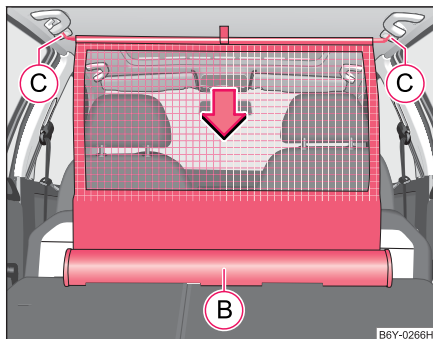

Fig. 60 Enrouler le filet de séparation
- Tirez la tige transversale un peu vers l'arrière d'abord sur un côté puis sur l'autre et enlever la tige transversale des supports (C) ⇒ fig. 60.
- **Maintenez** la tige transversale de sorte que le filet de séparation s'enroule lentement dans le boîtier (B) sans s'abîmer.